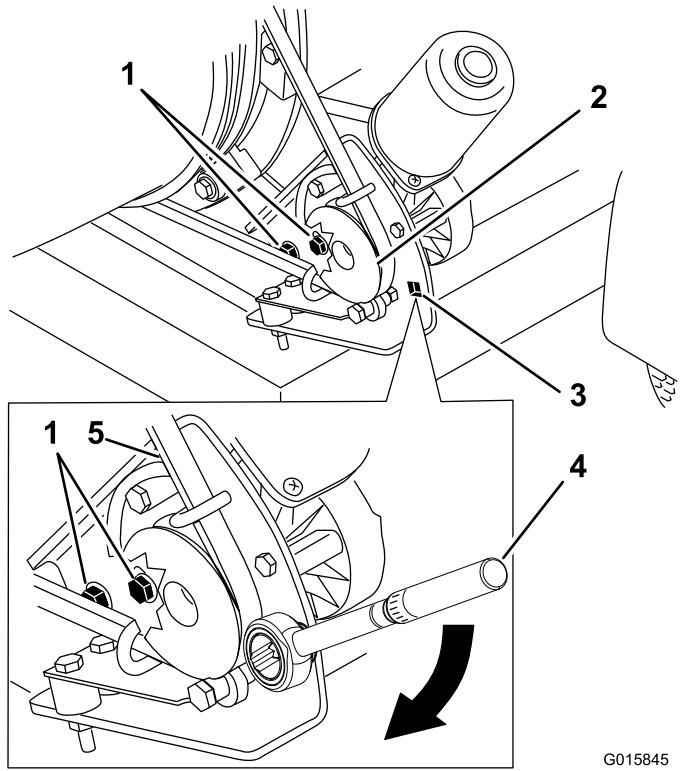

Figure 47
2. Desserrez les 2 vis à embase et les 2 contre-écrous à embase qui fixent le support de montage du moteur sur le support de carter du cadre de la machine (Figure 47).
3. Insérez le carré d'entraînement d'une clé dynamométrique dans le support de montage de la poulie, comme montré à la Figure 47.
4. Faites pivoter le support du moteur pour l'éloigner de l'embout (Figure 47) jusqu'à ce que la clé dynamométrique indique 22,6 à 26 N·m.